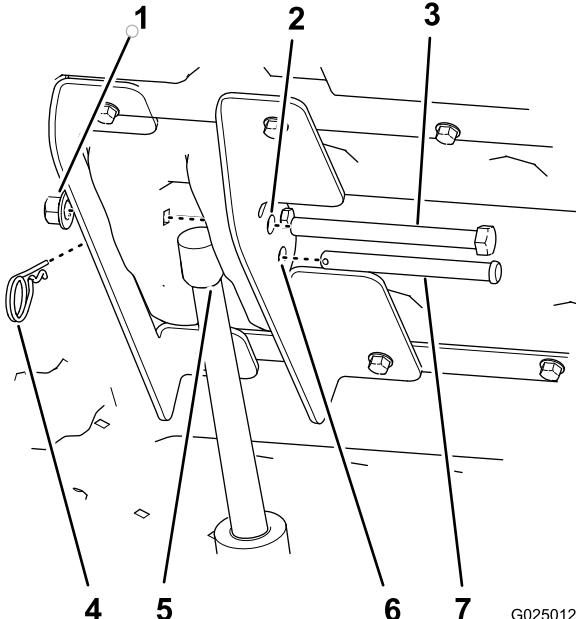

Figura 9
- Pulse la parte superior del interruptor de elevación de la plataforma para extender la varilla del actuador de elevación hasta que el taladro de la varilla esté alineado con los taladros de los soportes de elevación interior y exterior (Figura 9).
- Sujete la varilla del actuador del elevador a los soportes de elevación con un pasador (3-1/2 pulgadas) y una chaveta (Figura 9).
- Inserte el perno de cabeza hexagonal (1/2 x 5-1/2 pulgadas) a través de los otros taladros de 12,7 mm de los soportes de elevación interior y exterior (Figura 9) y sujételo con una tuerca (1/2 pulgada) hasta que la tuerca con arandela prensada esté ajustada.
2. Retire el pasador y la chaveta que sujetan la varilla del actuador a los soportes de elevación interior y exterior (Figura 9).
7. Baje la plataforma y alinee el actuador del elevador con los soportes de elevación (Figura 9).
8. Sujete el actuador del elevador a los soportes de elevación con el pasador y la chaveta (Figura 9).